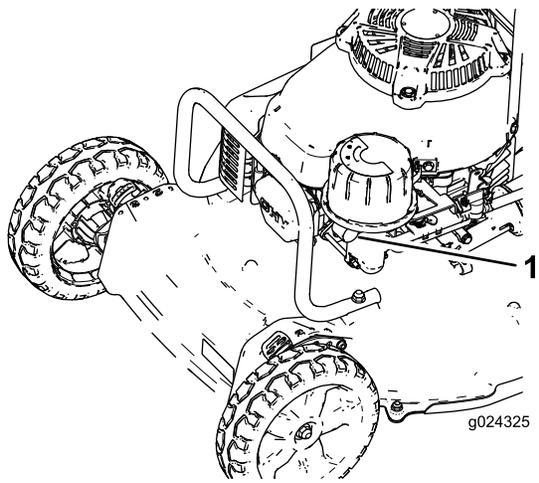

Figura 17
3. Apriete el cebador firmemente (Figura 17), manteniendo presionada la perilla durante un segundo.